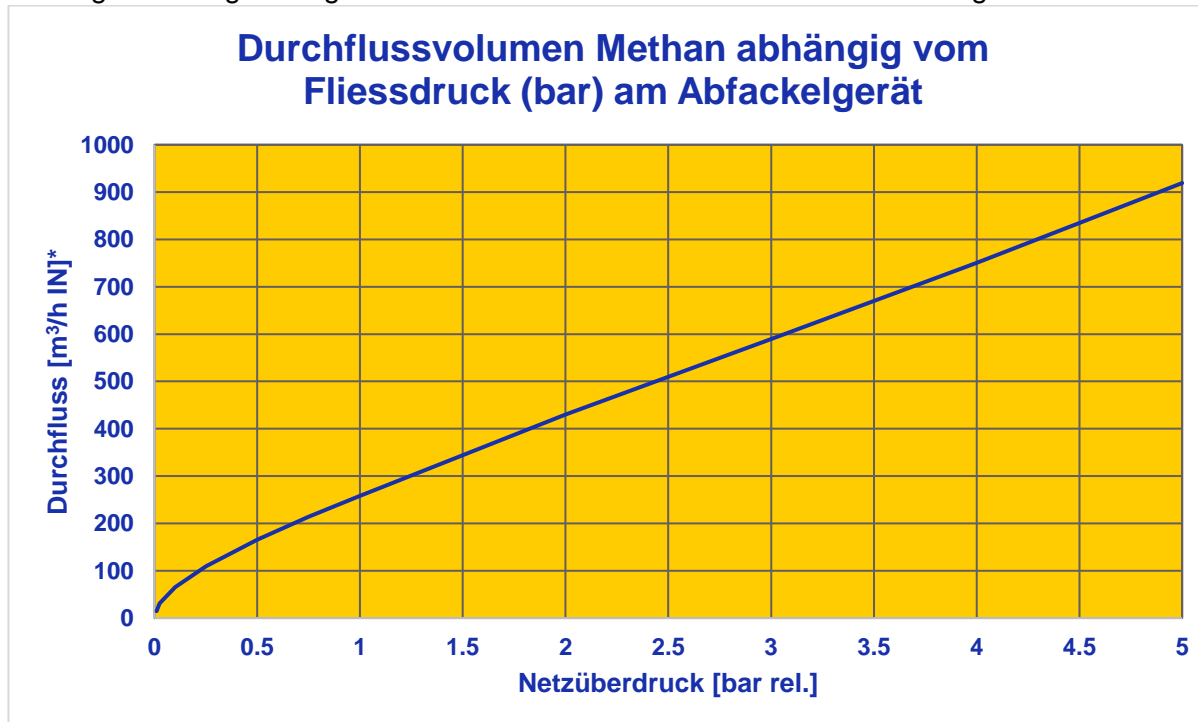
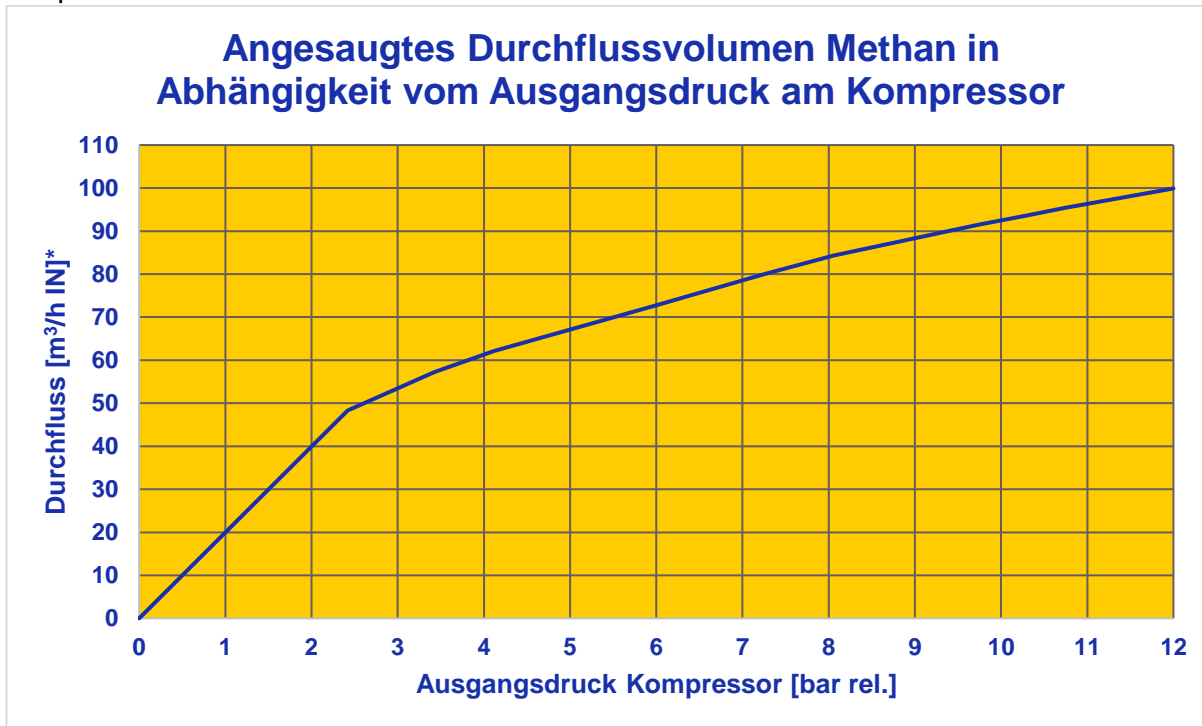

Bild 4: Durchflussvolumen Methan abhängig vom Fließdruck (bar) am Abfackelgerät
Bild 5: Verhältnis angesaugtes Durchflussvolumen Methan zu Ausgangsdruck Kompressor
- Durchlassvolumen: siehe Diagramme (Bild 4: und Bild 5: Seite 8)
* Erklärung zur y-Achse in Bild 4: und Bild 5: